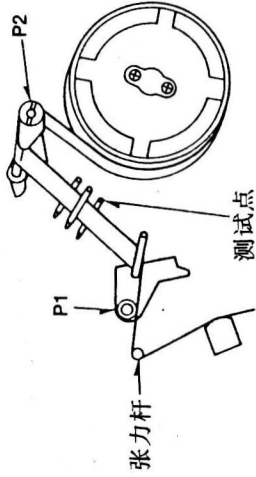

图 37
②将后张力仪插入磁带运行路径上,测量后张力;使数值在规定值内,如图 37 所示。